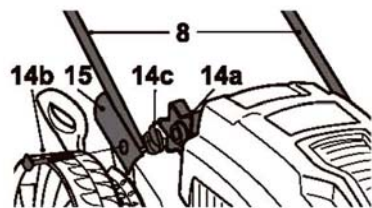

Fig. 3
- Fixer la poignée inférieure (8) sur le point de fixation de la poignée (15) avec les kits de fixation (14) (Fig. 3).